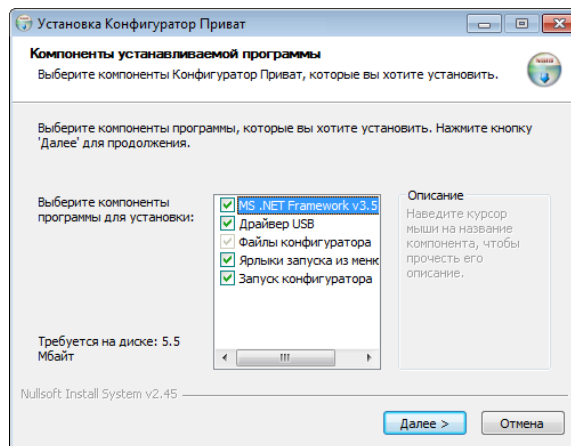

Рис. 4.1. Выбор компонентов ПО для установки
- 2) В открывшемся окне (Рис. 4.1) выберите компоненты программного обеспечения, которые необходимо установить, и нажмите кнопку *Далее*.